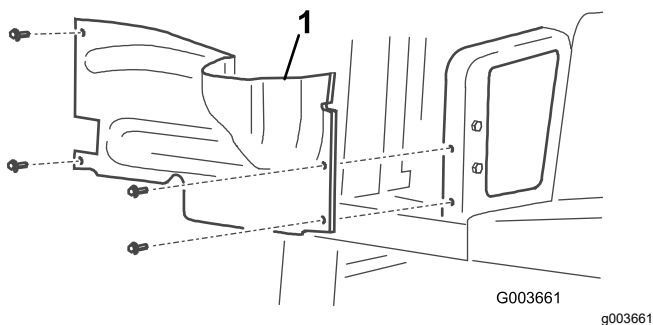

Figure 2
7. Retirez les 4 boulons qui fixent le carénage de la roue droite au cadre et déposez le carénage (Figure 2).